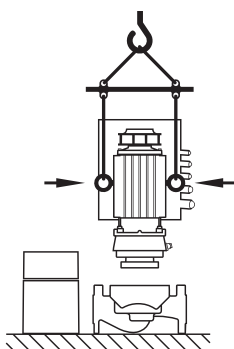

Fig. 9: Transportul motorului
- În cazul în care acest lucru este necesar, de exemplu în cazul lucrărilor de reparații, ochetii de transport se vor muta de pe flanșa motorului pe carcasa motorului (a se vedea de exemplu Fig. 9). Înainte de instalarea ochetilor de transport pe carcasa motorului desurubați distanțierele din deschizăturile pentru ochetii de transport (Fig. 7, poz. 20b) (a se vedea capitolul 10.2.1 „Schimbarea etanșării mecanice” la pagina 49).
- Dacă ochetii de transport sunt sau au fost mutați de pe flanșa motorului și au fost montați pe carcasa motorului, aceștia sunt acceptați numai pentru purtarea sau transportul ansamblului motor cu rotor hidraulic (Fig. 9), însă nu și pentru transportul întregii pompei sau pentru extragerea ansamblului motor cu rotor hidraulic din carcasa pompei.